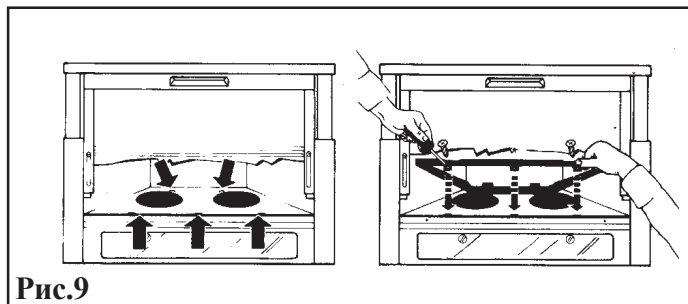

Рис.9
2. Закрепите крепежную раму на нижней части кожуха вытяжного вентилятора 2 прилагаемыми винтами. **Рис. 9.**